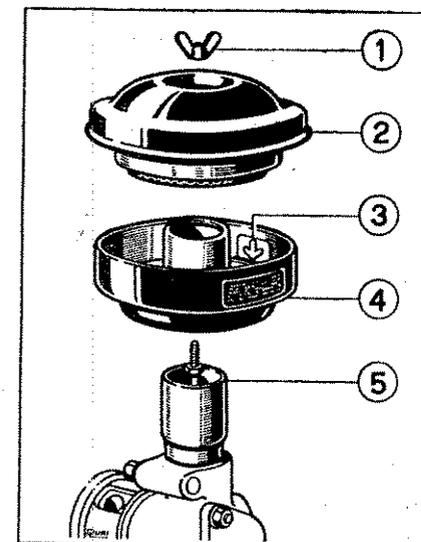

Fig. 11
5) **Pulizia del filtro aria aspirazione** - Deve essere effettuata con maggiore o minor frequenza a seconda del pulviscolo contenuto nell'aria che il motore deve aspirare. Per smontare il filtro (Fig. 11) occorre svitare il dado a galletto 1), togliere il coperchio con lo elemento filtrante 2) indi sfilare la scatola 4) dal bocchettone di supporto 5).